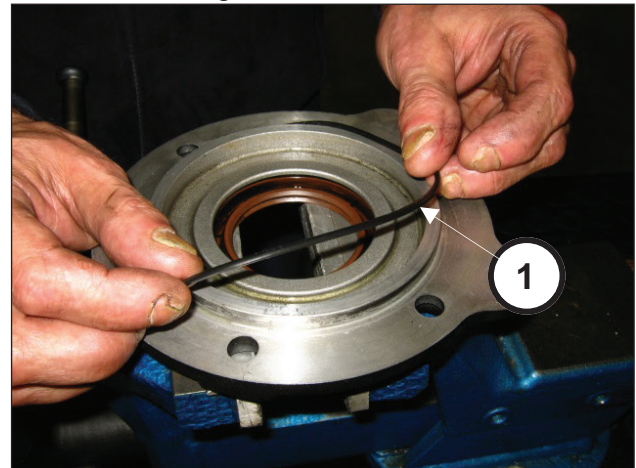

Abb. 92
Setzen Sie den O-Ring in den Ritzeldeckel ein (Pos. ①, Abb. 92)